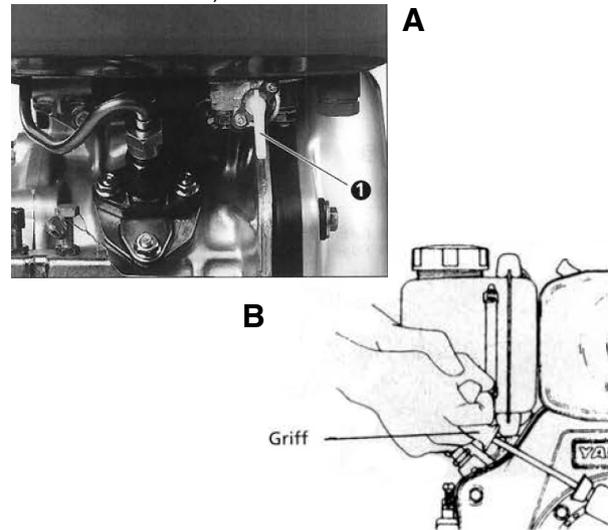

Abb. 11: Kraftstoffhahn
Schritt 1: Den Kraftstoffhahn öffnen, Stellung „O“ (s. Abb.11 A).
- Nicht zuviel Batteriesäure einfüllen, weil ansonsten verschüttete Flüssigkeit die umgebenden Teile korrodieren kann (s. Abb. 11)